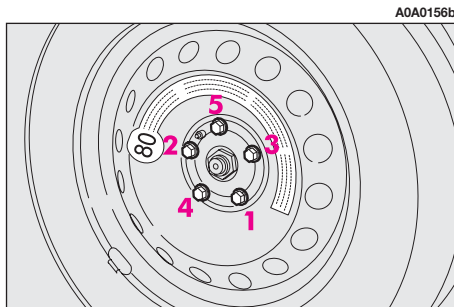

fig. 8
– Mediante l'utilizzo della chiave in dotazione, serrare a fondo i bulloni secondo l'ordine rappresentato in **fig. 8**.
– Mediante l'utilizzo della chiave in dotazione, serrare a fondo i bulloni secondo l'ordine rappresentato in precedenza per il ruotino di scorta **fig. 8**.
– Mediante l'utilizzo della chiave in dotazione, serrare i bulloni secondo l'ordine rappresentato in precedenza per il ruotino di scorta **fig. 8**.